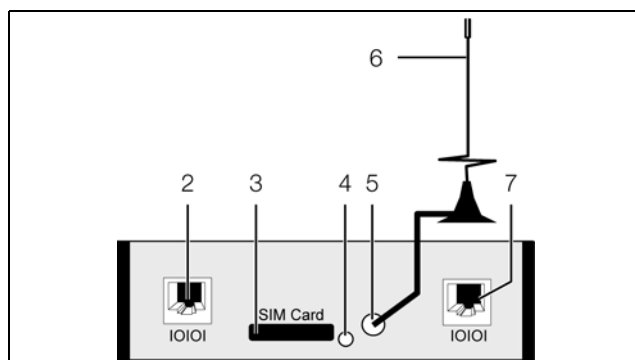

Рис. 9: Задняя сторона GSM-блока
- Нажмите на кнопку извлечения SIM-карты (рис. 9, поз. 4). Держатель SIM-карты выталкивается из слота (рис. 9, поз. 3).
- Подключите антенну к соответствующему разъему на задней стороне GSM-блока (рис. 9, поз. 5).
- Соедините GSM-блок с помощью кабеля RJ 12 с Процессорным блоком CMC III (рис. 9, поз. 2 или поз. 7).